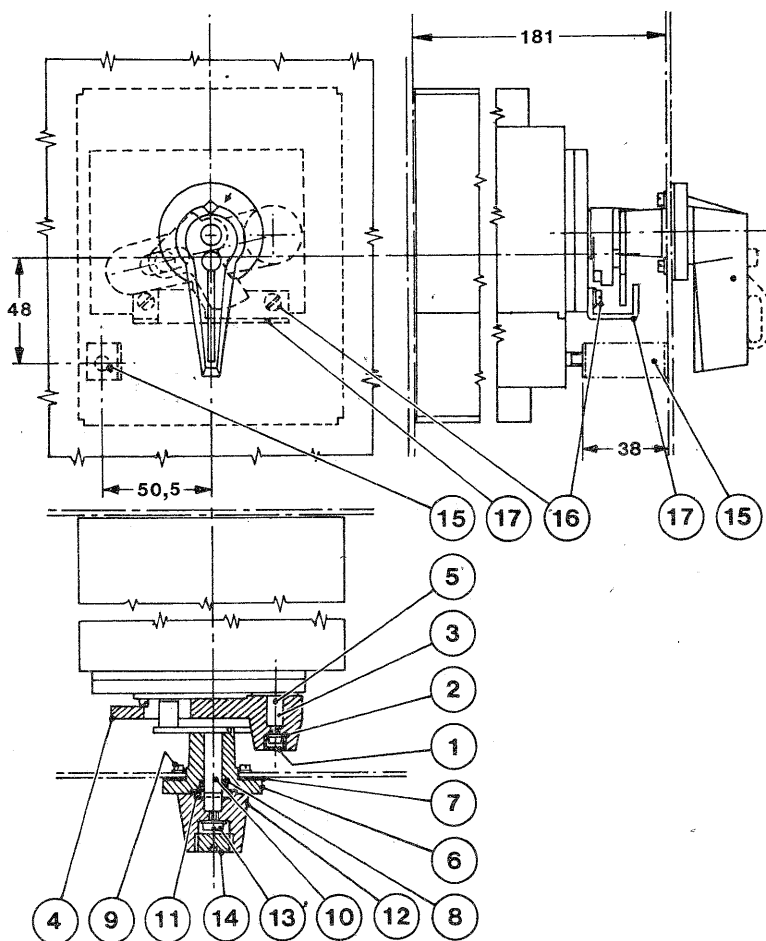

Fig. 13
- sistemare sul perno (3) la nuova maniglia (4) curando che la spina (5) entri nella relativa cava
- bloccare la maniglia al perno tramite la vite e le rosette (2)
- introdurre il tappo (1) e sigillarlo mediante una goccia di mastice
- sistemare sul supporto (6) la guarnizione (7) e l'anello di tenuta (8) come indicato dalla fig. 13
- fissare il supporto così completato sulla portella tramite le viti e le rosette (9)
- introdurre dalla parte posteriore del supporto il perno con settore (10), orientarlo secondo il disegno ed infilare nello stesso la spina (11)
- sistemare sul perno con settore (10) la maniglia (12) con o senza blocco lucchetti, curando che la spina (11) entri nella relativa cava
- bloccare la maniglia (12) al perno (10) tramite la vite e la rosetta (13)
- avvitare infine il tappo (14)
- svitare le 2 viti (16) che fissano il coperchio all'interruttore
- sistemare la squadretta (17) e fissarla con le viti speciali (16) fornite unitamente alla squadretta
- Fissare alla portella del quadro o del cofano la squadretta (15) rispettando le quote indicate sulla fig. 13. Si noti che queste quote sono valide sia nel caso rappresentato in fig. 13 di interruttore munito di comando a maniglia rotante rinviato, sia nel caso di interruttore in esecuzione normale: in tal caso le quote devono essere riferite agli assi di mezzeria x e y indicate nelle pagg. 36 e 37